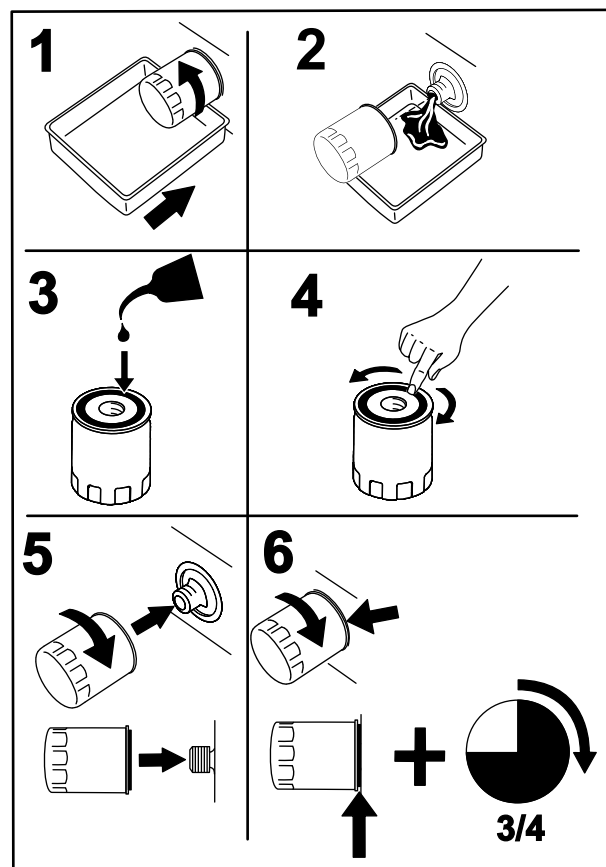

**Figure 70**
4. Enlevez le chapeau de filtre et sortez le filtre de la transmission (Figure 70).